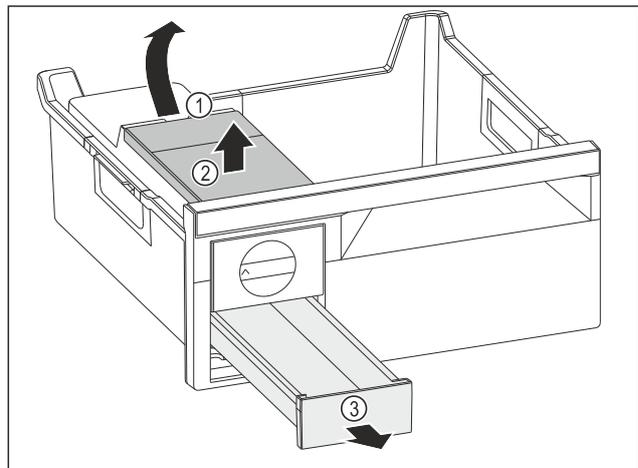

Fig. 75
- ▶ Sacar el depósito de agua: Subir el depósito de agua por la entalladura Fig. 75 (1).
- ▶ Extraer el depósito de agua Fig. 75 (2) por arriba.
- ▶ Extraer el cajón para cubitos de hielo Fig. 75 (3) por delante.